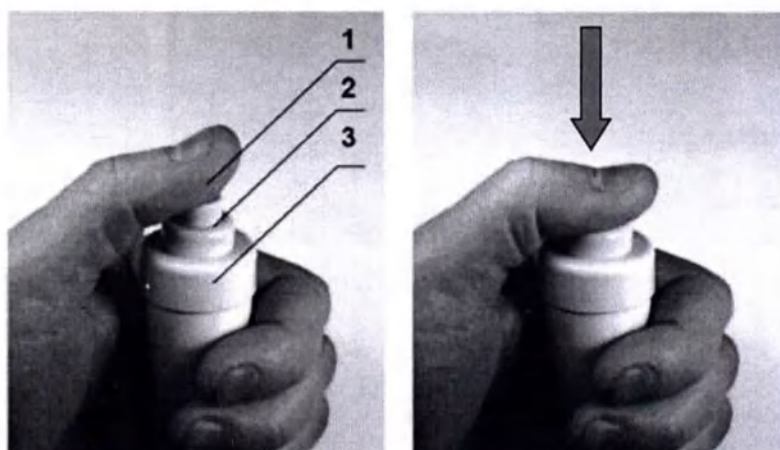
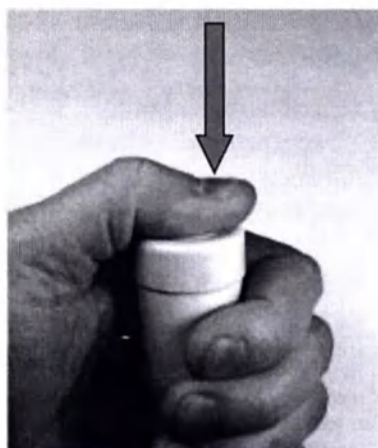

Рисунок 3.1 – Включение режима подготовки к экспозиции
Рисунок 3.2 – Включение экспозиции.
1. Нажмите кнопку подготовки к экспозиции (см. Рисунок 3.1, поз. 1) и «утапливайте» её до поверхности кнопки экспозиции (см. Рисунок 3.1, поз. 2). При этом на пульте загорится индикатор включения подготовки к экспозиции.
2. Далее продолжайте «утапливание» кнопки до внешней поверхности кнопки экспозиции (Рисунок 3.1, поз. 3), как это показано на рисунке (см. Рисунок 3.2). На